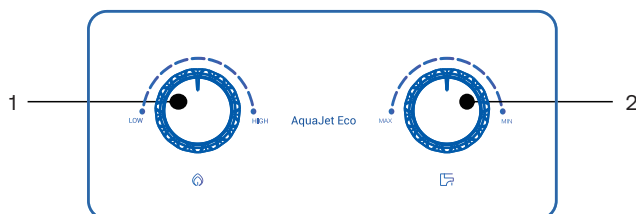

Рис.1
В случае отсутствия розжига горелки, поверните рукоятку изменения расход воды (см. рис. 1) в крайнее правое положение, это позволит осуществить розжиг горелки при минимальном давлении воды в системе.
- ♦ После розжига горелки и устойчивой работы водонагревателя с помощью поворотных рукоятей выставите оптимальную температуру горячей воды. Изменение температуры осуществляется с помощью ручек регулировки изменения расхода газа 🔥 или воды 🚰 (Рис. 1). Вращая рукоятку изменения расхода газа 🔥 вправо, количество газа, подаваемого на горелку, возрастает и соответственно возрастает температура горячей воды и наоборот, вращая рукоятку влево, количество газа уменьшается и соответственно снижается температура горячей воды. Вращая рукоятку изменения расхода воды 🚰 вправо, количество воды увеличивается, а температура воды обратно пропорционально уменьшается и наоборот.